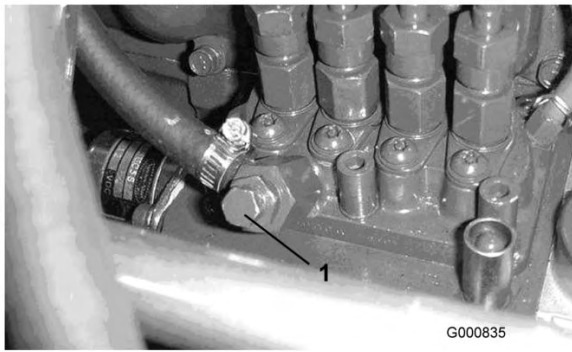

図 37
5. 燃料噴射ポンプについているエア抜きネジ (図 37) をゆるめる。